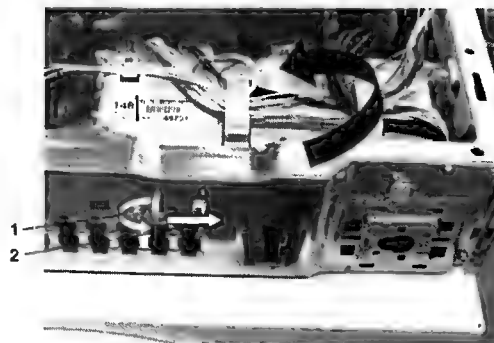

Рис. 3.15.28. Замена командного устройства
- отворачивают винт (рис. 3.15.28, поз. 1), если в данной модели стиральной машины этот винт имеется;
○ отжимают защелку (см. рис. 3.15.28, поз. 2);